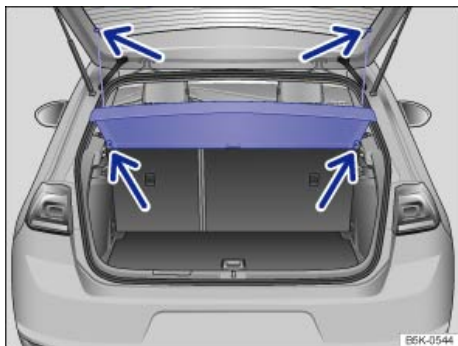

Fig. 133 En el maletero: desmontar y montar la bandeja.
- Desenganche las cintas de sujeción del portón trasero ⇒ fig. 133 (flechas superiores).
- Desencaje la bandeja de los soportes laterales tirando de ella hacia arriba ⇒ fig. 133 (flechas inferiores).
- Encastre la bandeja en los soportes laterales desde arriba ⇒ fig. 133 (flechas inferiores).
- Enganche las cintas de sujeción en el portón trasero ⇒ fig. 133 (flechas superiores).